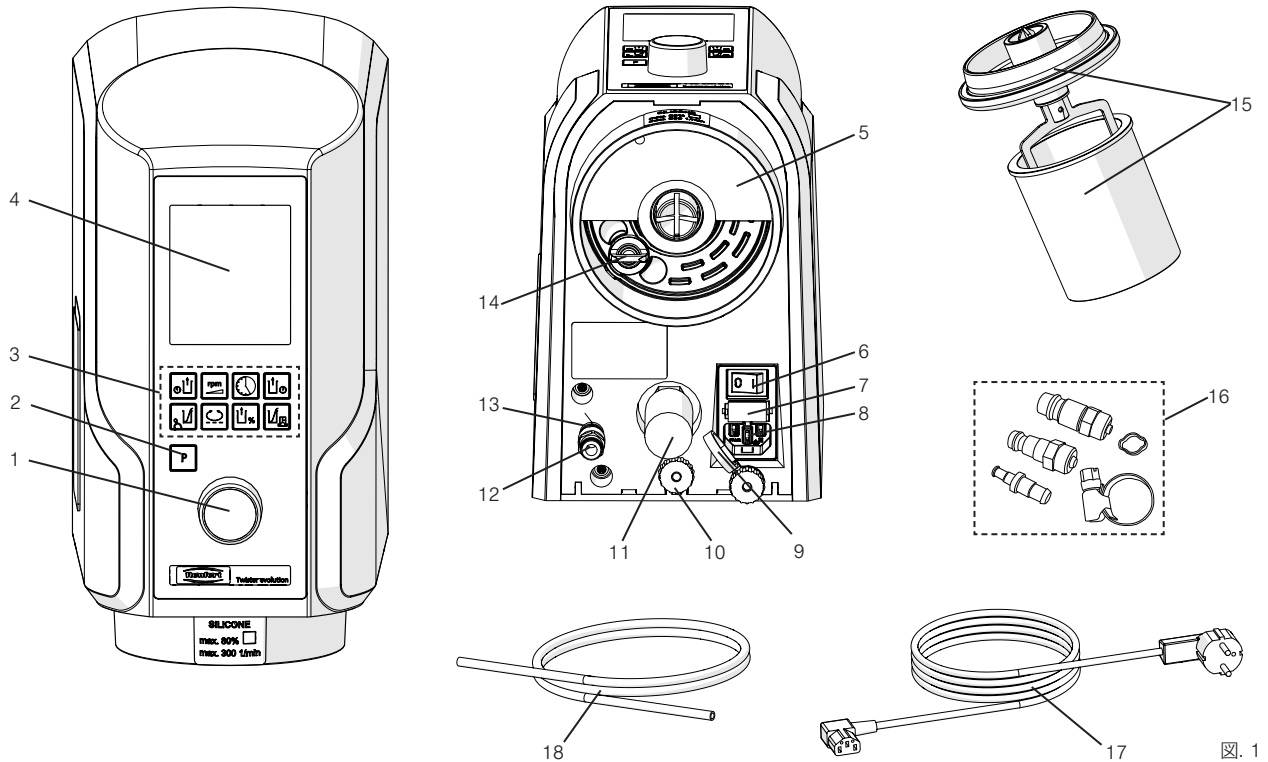

図. 1
1. エアーホース (18) をエアージョイント (12) のホースジョイントの縁までしっかりと差込みます。その際、軽く抵抗を感じます。
2. 圧縮エアネット (16, 図. 1) に接続させるために同梱セットから適切なホースカップリングを選び、ホース末端部に取り付けて下さい。